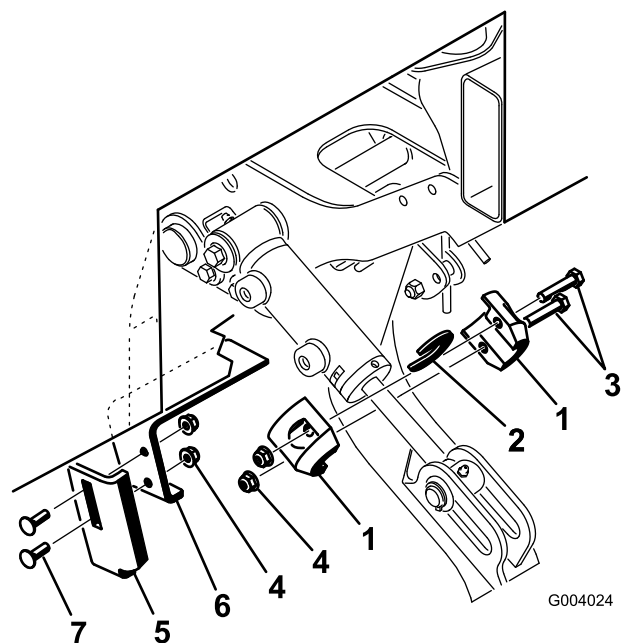

Рисунок 1
2. Установите манжеты цилиндров на выдвинутый шток цилиндра, используя 2 болта и 2 фланцевые контргайки (Рисунок 1). Убедитесь в том, что манжеты цилиндра правильно установлены на верхней части цилиндра.
3. Установите, не затягивая, упорный угольник на кронштейн дефлектора с помощью 2 каретных болтов и 2 контргайк (Рисунок 1).
4. Переместите упорный угольник в самое верхнее положение на кронштейне и затяните фланцевые контргайки (Рисунок 1).
2. Установите манжеты цилиндров и проставку на выдвинутый шток цилиндра, используя 2 болта и 2 фланцевые контргайки (Рисунок 1). Убедитесь в том, что манжеты цилиндра правильно установлены на верхней части цилиндра, а проставка установлена заподлицо с торцом цилиндра.
4. Переместите упорный угольник в самое нижнее положение на кронштейне и затяните фланцевые контргайки (Рисунок 1).